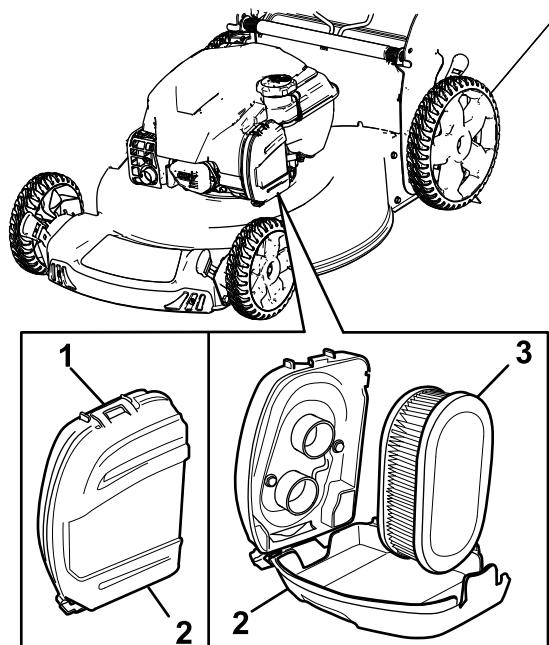

Figura 21
2. Retire o filtro de ar (Figura 21).
1. Desencaixe a parte superior da cobertura do filtro de ar (Figura 21).